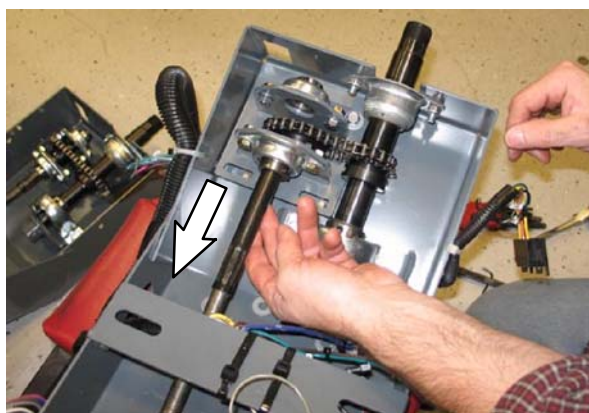

AFB. 25
21. **Nieuwer ontworpen machines:** maak de bevestigingsmiddelen voor de spaninrichting van het stuur los. (Afb. 25)